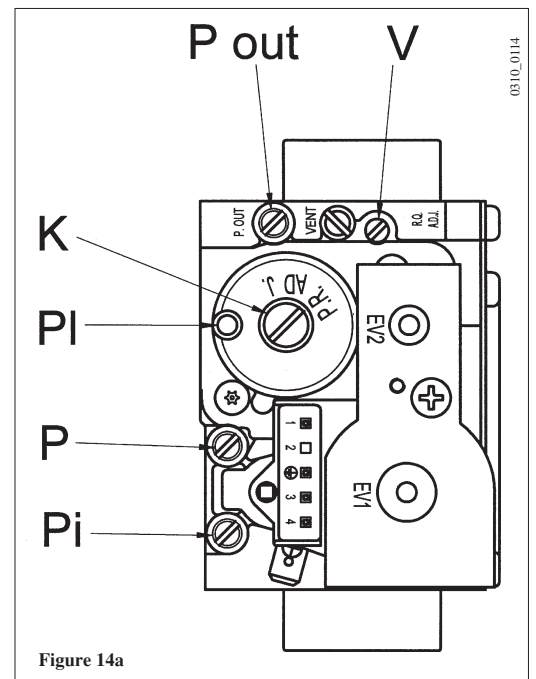

Figure 14a
- b) soupape à gaz SIGMA modèle 848 (figure 14a).
- b) *soupape à gaz SIT modèle SIGMA 848 (figure 14a) :* tourner la vis dans le sens des aiguilles d'une montre pour réduire la teneur en CO₂ et dans le sens inverse pour l'augmenter;
2) tarage de la capacité thermique réduite. Vérifier que la valeur de CO₂ mesurée sur le conduit d'évacuation, chaudière en marche à la capacité thermique minimum, correspond à la valeur indiquée dans le tableau 1. Dans le cas contraire, agir sur la vis de réglage (K) qui se trouve sur la soupape à gaz. Tourner la vis dans le sens des aiguilles d'une montre pour augmenter la teneur en CO₂ et dans le sens inverse pour la réduire.